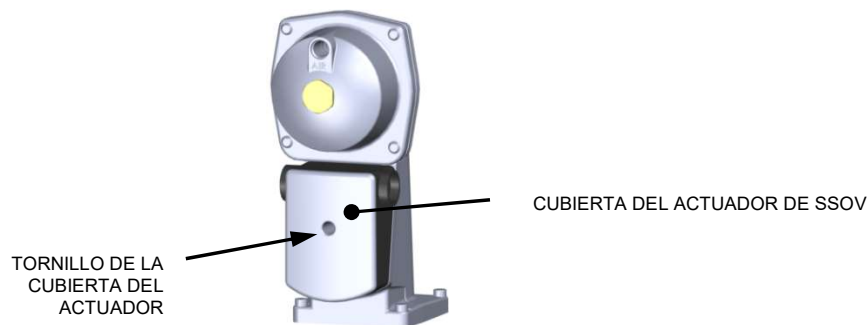

Figura 5-6: Ubicación de la cubierta del actuador de la SSOV
La SSOV, mostrada en la Figura 5-6, contiene un interruptor de **Prueba de Cierre**. El circuito del interruptor de **Prueba de Cierre** se verifica de la siguiente manera:
3. Localice la SSOV (ver Figura 5-1) y retire su cubierta aflojando el tornillo que se muestra en la Figura 5-6. Quite la cubierta para tener acceso a las conexiones terminales del cableado.